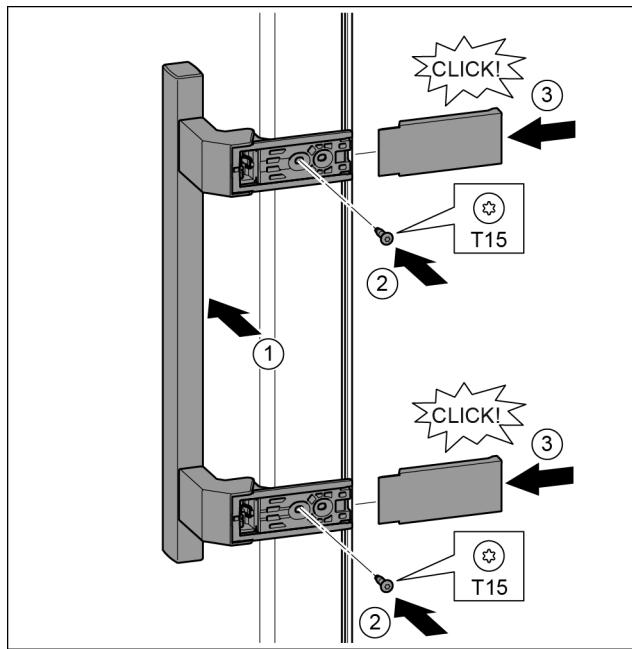

Fig. 34
- ▶ Griff auf der Gegenseite ansetzen. Fig. 34 (1)